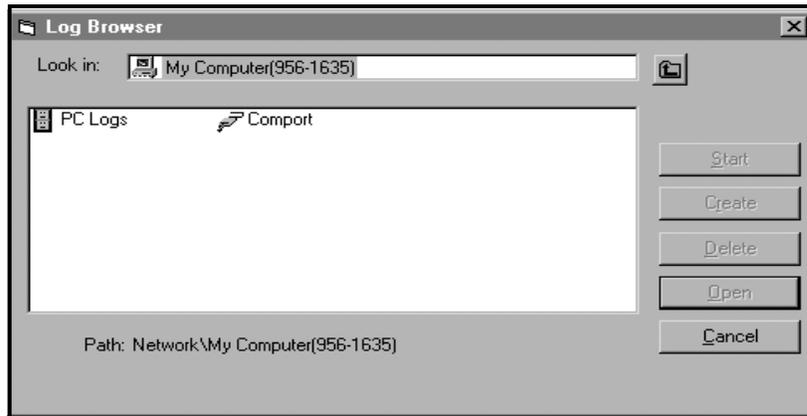

Figure 15 : Sélection du type de journal
- Double-cliquez sur le *nom de l'ordinateur* pour accéder à la boîte de dialogue illustrée à la Figure 15.